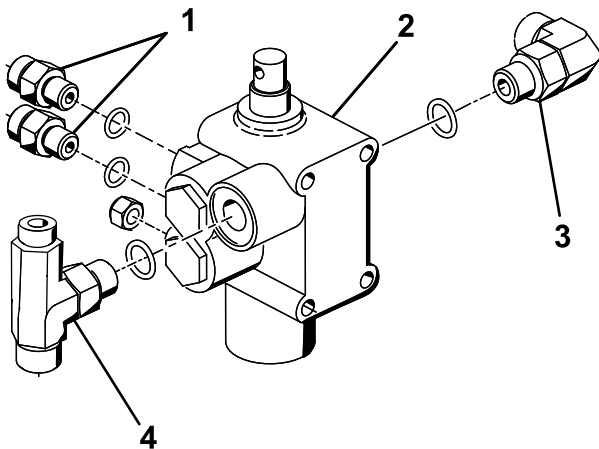

Bild 9
- Schrauben Sie ein 90°-Anschlussstück, die zwei gerade Hydraulikanschlussstücke und das vom vorhandenen Ventil in 3 Vorbereiten der Installation der Hydraulikkomponenten \(Seite 4\) entfernte T-Anschlussstück in das neue Hubventil, wie in Bild 9 gezeigt.